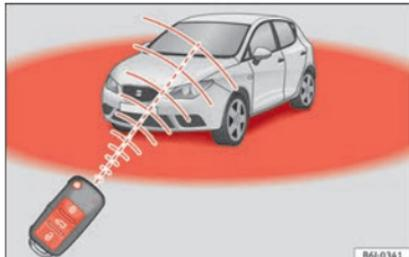

Fig. 132 Raio de ação do comando à distância por radiofrequência.
- O comando à distância por radiofrequência só funciona dentro do seu raio de ação » Fig. 132.